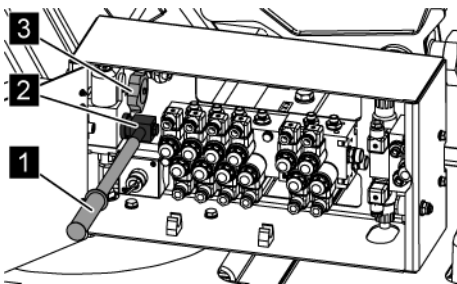

Abb. 170: Handpumpe
7. → Den Handpumpenhebel (Abb. 170/1) auf die Handpumpe (Abb. 170/2) stecken.
Der Handpumpenhebel (Abb. 170/1) befindet sich im Hydrauliksteuerkasten.
8. → Sicherstellen, dass das Handrad (Abb. 170/3) an der Handpumpe (Abb. 170/2) geschlossen ist.
Das gewünschte Ventil gemäß ↗ Kapitel 6.16.1 „Ventilbelegung Bühne“ auf Seite 156 durch Eindrücken betätigen und gleichzeitig mit der Handpumpe (Abb. 170/1) auf und ab pumpen, bis die gewählte Baugruppe die gewünschte Position erreicht hat.